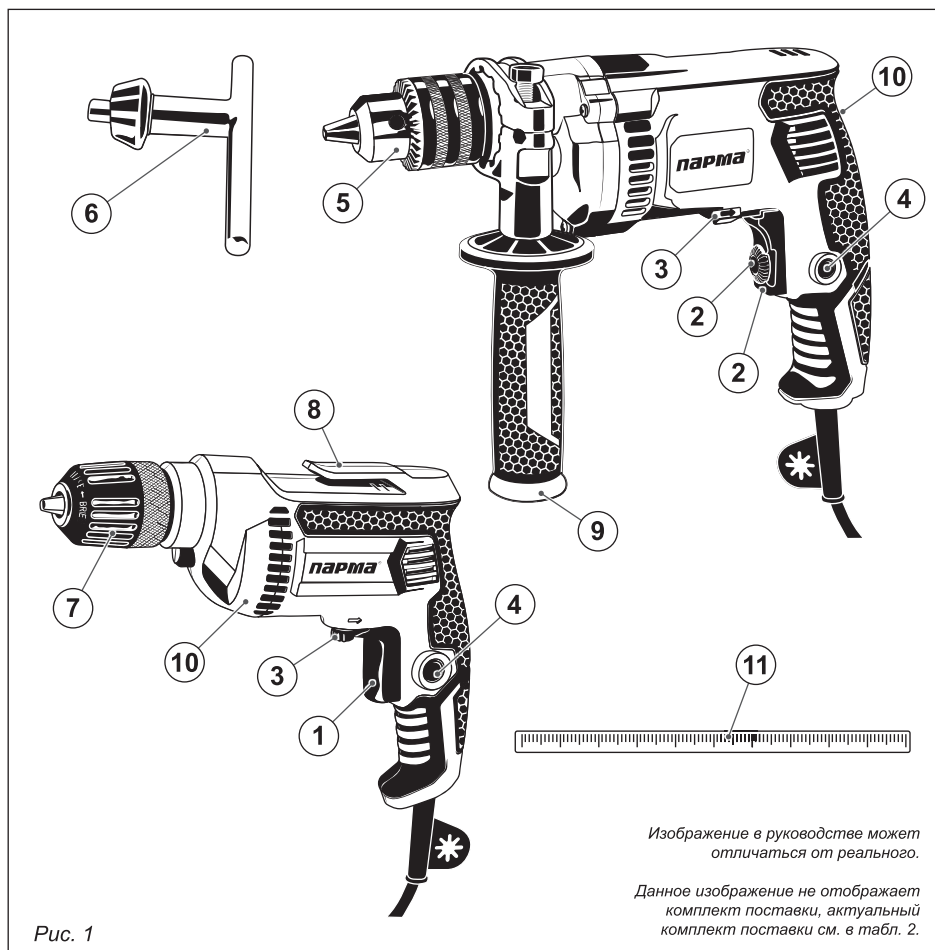

Рис. 1
3. ОСНОВНЫЕ ЭЛЕМЕНТЫ ЭЛЕКТРОДРЕЛИ (рис. 1)
Описание основных элементов дрели (рис. 1):